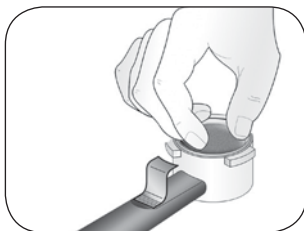

Fig. 15
- 2 Spingere la cialda con le dita verso l'interno (Fig. 15).